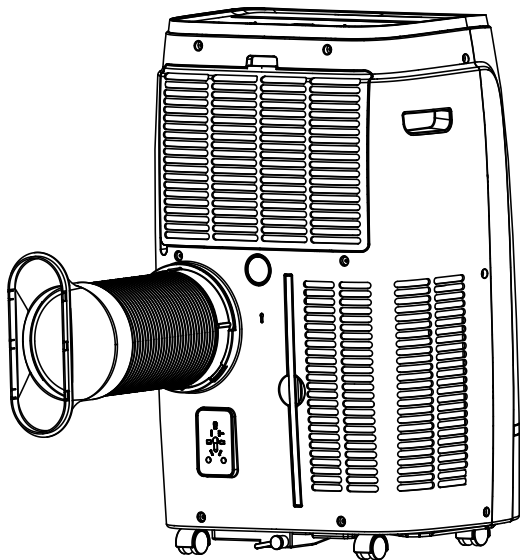

Fig.1
1. Conecte la unión circular a la manguera, extienda la manguera lo suficiente para llegar al exterior (1,5 mt) y engánchela a la parte trasera del aire acondicionado (Fig.1)
1. Para realizar el agujero en el cristal, también es recomendable llevar el accesorio kit ojo de buey al vidrio (Fig. 1)
(Fig. 1)